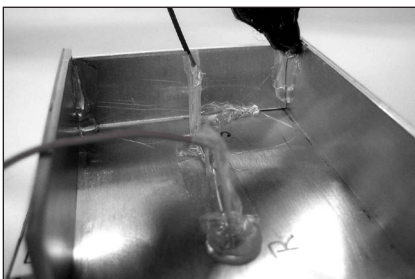

Abb.: 29
2.5.3 Jetzt können wir die Seitenteile festkleben. Am schnellsten und einfachsten mit einer Heißklebepistole. Dabei ist darauf zu achten, dass ausreichend Kleber auf die Seitenteile gelangt. Aluminium leitet die Wärme sehr schnell ab. Gegebenenfalls kann nachgeklebt werden (Abb.: 29).